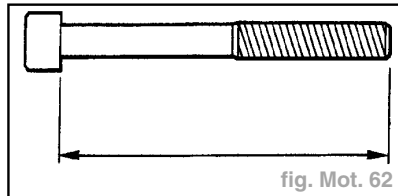

fig. Mot. 62
- Mesurer la longueur de chaque boulon (fig. Mot. 62).